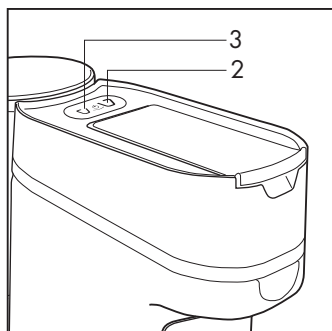

Fig. 4
- Encienda la máquina pulsando uno de los símbolos (2) o (3) o al mismo tiempo los 2 símbolos (2) y (3) **(Fig.4)**
Para utilizar nuevamente la máquina, pulse un símbolo de dispensación (2-3) y espere que se caliente: los símbolos de dispensación (2-3) parpadearán hasta alcanzar la temperatura; cuando los símbolos (2-3) se iluminan de modo fijo, la máquina está lista para el uso. **(Fig.4)**.
La máquina se puede apagar pulsando y manteniendo pulsado al mismo tiempo por 5 segundos los símbolos (2-3) **(Fig.4)**
- Controle que no haya cápsulas en el interior de la máquina y que haya agua en el depósito (8); encienda la máquina pulsando uno de los símbolos (2-3) o al mismo tiempo los 2 símbolos (2-3) para el Modelo 2 Dosis. Para el Modelo 1 Dosis pulse el símbolo (3) **(Fig.4)**